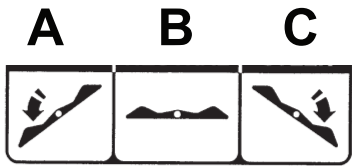

Figura 2 – Funciones de freno y dirección
Para aplicar los frenos, empuje hacia abajo en el lado del freno (A) (Figura 2) del pedal (*Ilustración del producto* (página 7)).
Para liberar los frenos, empuje hacia abajo en el lado de la dirección (C) (Figura 2) del pedal (*Ilustración del producto* (página 7)).